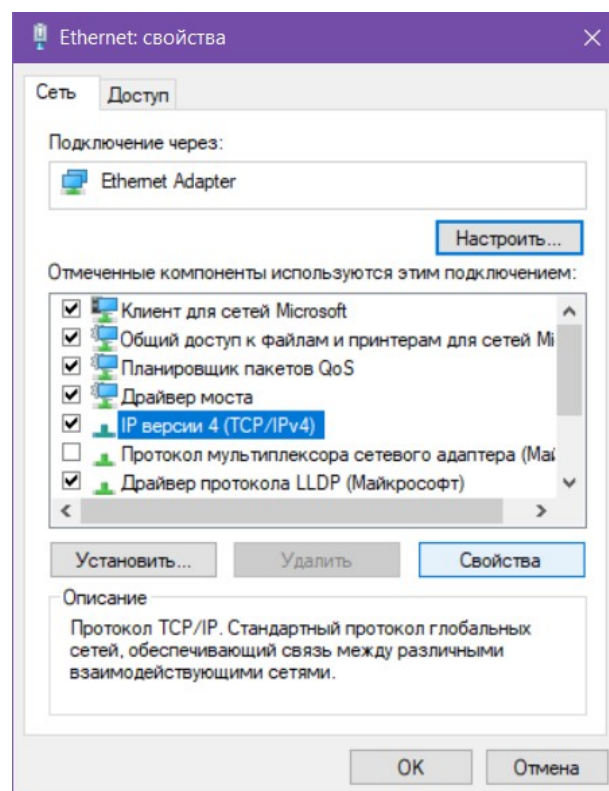

Рис. 21: Окно «Ethernet: Свойства»
8. В окне *Состояние Ethernet* нажмите **Свойства**, затем выберите в списке **IP версия 4 (TCP/IPv4)** и нажмите **Свойства**. Откроется окно *Свойства: TCP/IPv4* (Рис. 21).
3. В окне *Состояние Ethernet* нажмите **Свойства**, затем выберите в списке **IP версия 4 (ТСР/IPv4)** и нажмите **Свойства**. Откроется окно *Свойства: ТСР/IPv4* (Рис. 21).